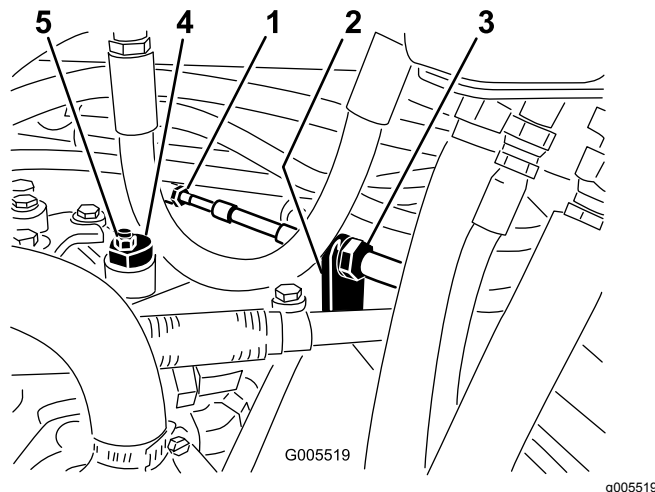

Figura 53
- A. Afloje las dos contratuercas que fijan el cable de control de tracción a la escuadra del hidrostato (Figura 53). Asegúrese de aflojar ambas contratuercas uniformemente, y lo suficiente como para permitir el ajuste.
**Nota:** Afloje la tuerca que sujeta el excéntrico a la parte superior del hidrostato (Figura 53).
- C. Gire el excéntrico hasta que no haya movimiento en ningún sentido. Cuando la rueda deje de girar, apriete la tuerca para bloquear el excéntrico y el ajuste (Figura 53). Compruebe el ajuste con el acelerador en las posiciones Lento y Rápido.
- D. Desde cada lado de la escuadra, apriete las contratuercas uniformemente, fijando el cable de tracción a la escuadra (Figura 53). No tuerza el cable.